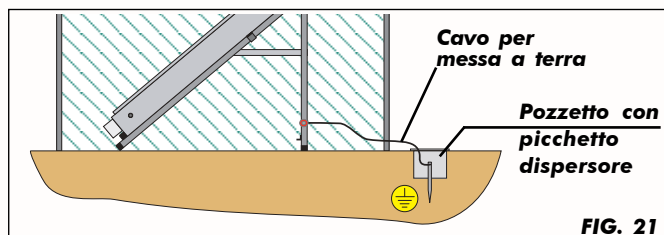

FIG. 21
- Eseguire la messa a terra del telaio di supporto tramite l'apposita vite (fig. 21).